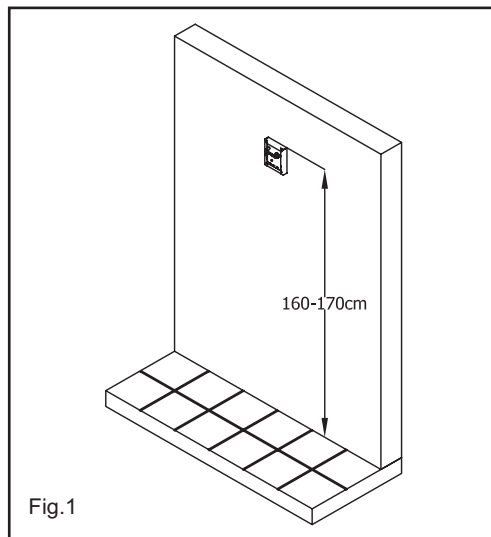
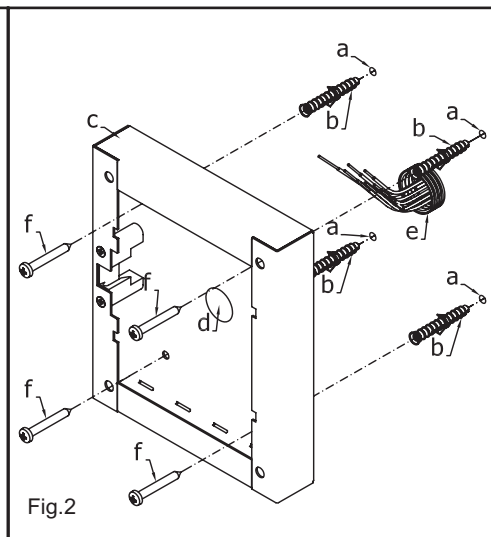

Fig.1
Fig.2
1. Place the surface box against the wall (165-170cm between the top of the box and the floor level as shown in figure 1) and mark the fixing holes for the wall plugs and hole for the cables **e** (fig.2). Observe the orientation of the box with the hinge on the left;
2. As shown on figure 2, drill the fixing holes **a**, insert the wall plugs **b** and feed the cables **e** through the surface box opening **d**, fix surface box **c** to the wall using the screws **f**;
1. Protect the module support frame fixing holes from dust then embed the back box into the wall (165-170cm between the top of the box and the floor level as shown on the figure 1) feeding the cables **e** (fig.2) through a previous opened hole in the box. Observe the direction of the box ensuring the hinge is on the left and take care that the box profile is in line with the finished wall profile;
1. Appoggiare la scatola da superficie alla parete lasciando circa 165-170cm tra la parte alta della scatola ed il terreno come mostrato in figura 1 quindi prendere i riferimenti per i fori di fissaggio tenendo presente che il gruppo di fili **e** (fig.2) deve passare attraverso l'apertura **d** presente sulla scatola da superficie. Se non indicato, il verso di montaggio della scatola deve essere tale da far rimanere la cerniera sulla sinistra;
1. Dopo aver opportunamente protetto i fori di fissaggio per il supporto moduli, murare la scatola da incasso ad una altezza tale da avere circa 165-170cm tra la parte alta della scatola e il terreno avendo cura di far passare il gruppo di fili **e** (fig.2) attraverso uno dei fori precedentemente aperti sul fondo della scatola. Se non indicato sul fondo della scatola, il verso di muratura deve essere tale da lasciare la cerniera sulla sinistra. Fare attenzione affinché la scatola sia murata a filo muro finito;